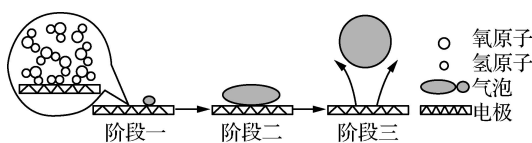

图 2
(3) [2025 扬州宝应、高邮期末]电解水制氢。有研究认为, 碱性条件下电解水的过程中, 气泡在电极上产生和脱离对电解效率具有重要影响, 某电极上发生的变化如图 2 所示。